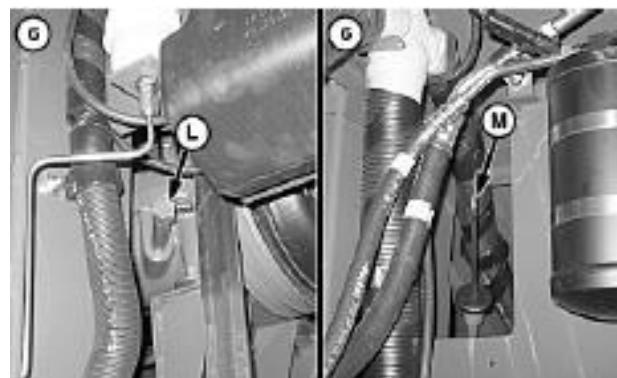

Рис.4.72 – Заміна оливи в редукторі первинного проміжного валу
6. Замінити оливу в редукторі первинного проміжного валу (рис.4.72). Злити оливу через отвір (L) та залити нову до рівня на щупі (M).